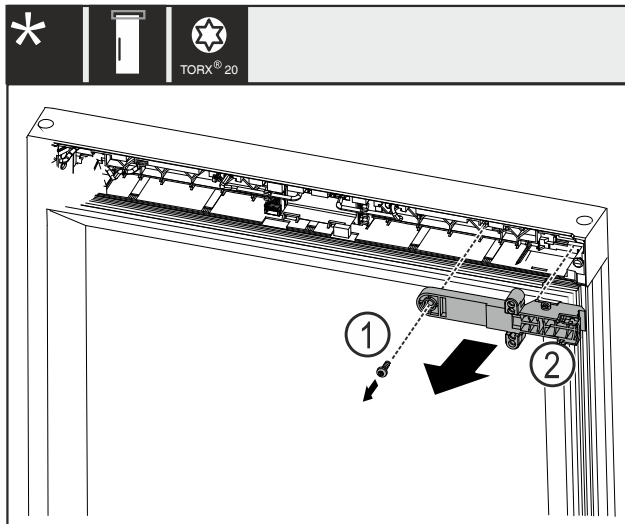

Fig. 11
- Schroef Fig. 11 (1) verwijderen.
- Slothouder Fig. 11 (2) wegnemen.